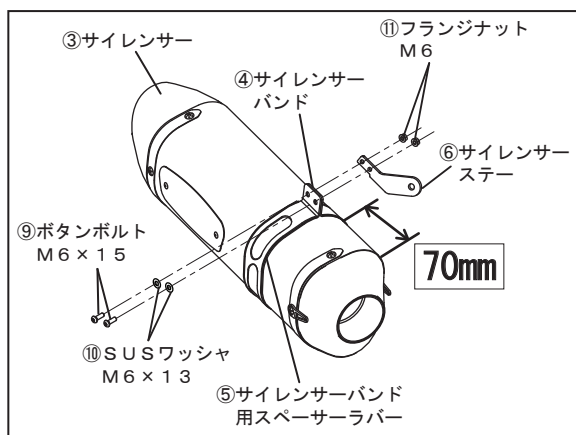

FIG. 6
8. ④サイレンサーバンドに⑤サイレンサーバンド用スペーサーラバーを取り付けてから③サイレンサーに通し、⑨ボタンボルトM6 x 15、⑩SUSワッシャM6 x 13、⑪フランジナットM6を使用して、サイレンサーカバー前端から70mmの位置で⑥サイレンサーステーを仮締めして下さい。(FIG. 6 参照)